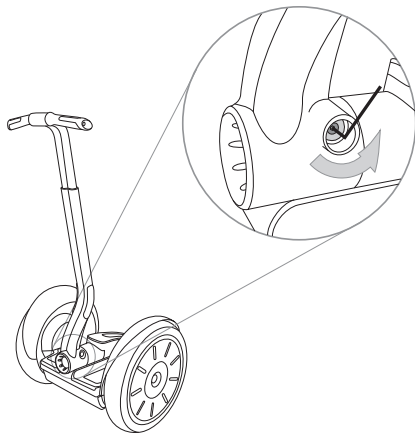

Figura 1. Cómo desmontar el fijador que sujeta la barra de dirección LeanSteer
2. Quite el fijador que sujeta la barra LeanSteer con una llave hexagonal de 5 mm. Consulte la figura 1.